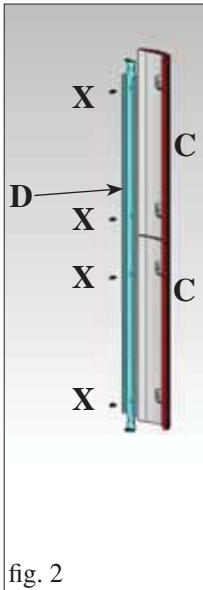

fig. 2
- n° 16 tornillos cabeza nudosa M4 (X - fig. 2)